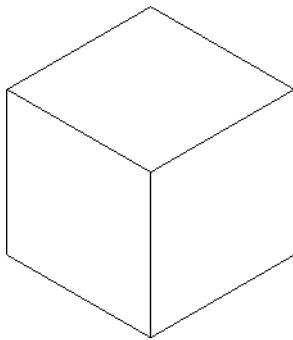

图 7-63 不同距离倒角实例
- ① 在“文件”工具栏中单击“打开文件”按钮，打开如图 7-63 所示的图形。
- ② 在主菜单中选择“实体管理器” | “倒角” | “不同距离”命令，或单击“实体管理器”工具栏中的“实体倒圆角”按钮右边的三角下拉按钮，在弹出的下级菜单中